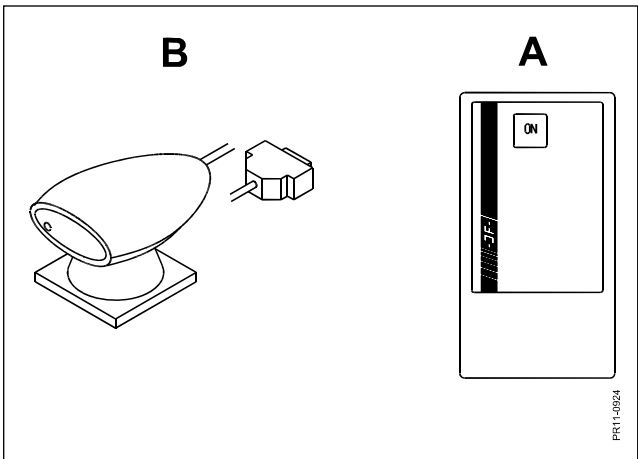

Fig. 7.6
Fig. 7.6 Dette menupunkt giver mulighed for at sende data til PROFEED eller modtage data fra PROFEED. Forudsætningen er at man har anskaffet sig en infrarød håndterminal (A) og en "IR modtager for PC" (B), der skal tilkobles den PC der skal kommunikeres med. Udstyret muliggør overførsel af ikke-eksisterende fodermidler til Profeed-systemet. Vedr. bestillingsnumre: se reservedelslisten.